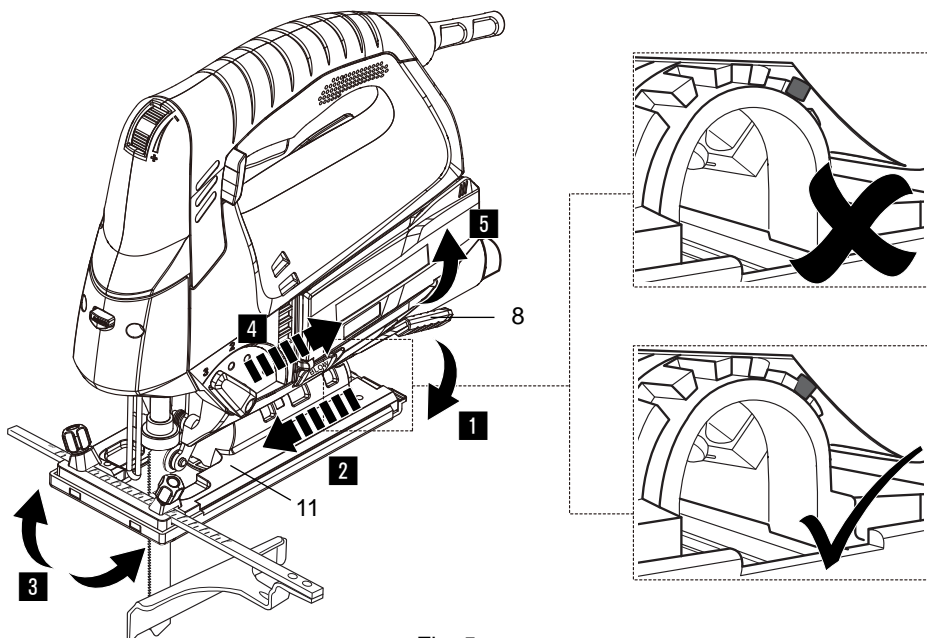

Fig. 5
1. Trekk ut vinkeljusteringsspaken (8) for å løsne såleplaten (11) (fig. 5, trinn 1).
2. Skyv såleplaten (11) fremover for å løsne den (fig. 5, trinn 2).
3. Vipp såleplaten (11) for å stille inn ønsket sagevinkel (fig. 5, trinn 3).
4. Trekk såleplaten (11) bakover for å feste den igjen (fig. 5, trinn 4). Kontroller at pinnen fester i låsehakene.
5. Trykk på vinkeljusteringsspaken (8) for å låse såleplaten (11) (fig. 5, trinn 5).